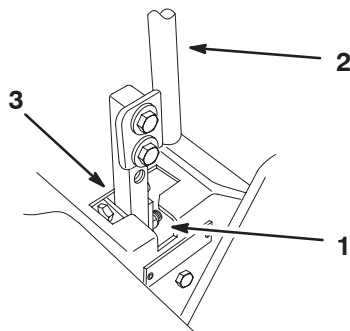

Figure 44
5. Placez le levier au point mort, **sans le verrouiller** (Fig. 44).
7. Vérifiez la position du levier par rapport au cran de la console (Fig. 44). Il doit être centré de façon à pouvoir pivoter vers l'extérieur jusqu'à la position de verrouillage du point mort.
9. Appliquez une légère pression à l'arrière du levier, tournez la tête du boulon de réglage dans le sens voulu pour centrer le levier à la position de verrouillage du point mort (Fig. 44).